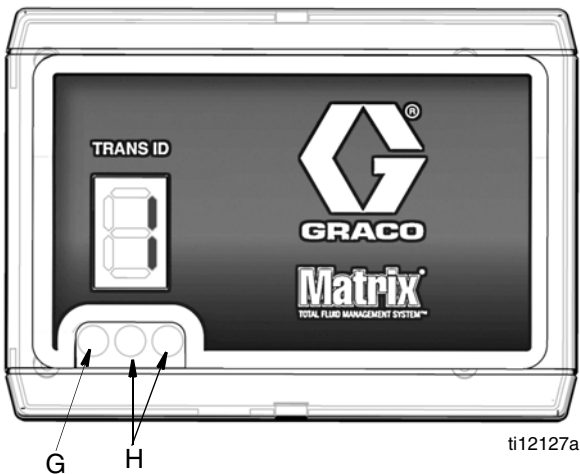

FIG. 7
4. Het groene licht van de voeding (G) zal oplichten zodra de zendontvanger is ingeschakeld. Zie FIG. 7.